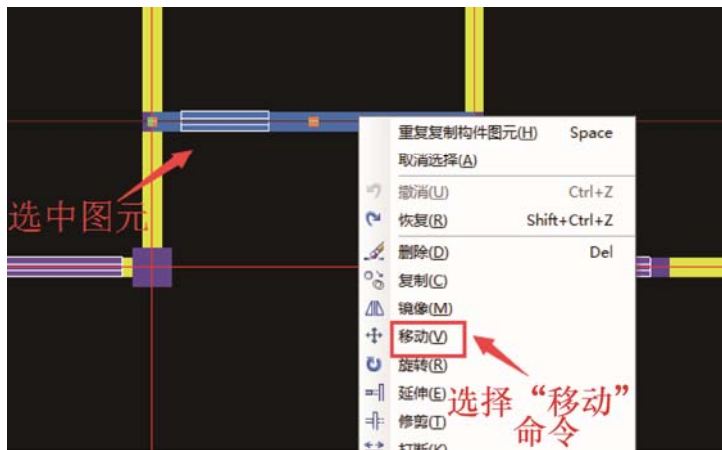

图 2-17 选择“移动”命令
(1) 在绘图过程中，如果遇到以下问题，可以使用“移动”功能：当绘制完某个区域的构件后，发现构件图元的位置是错误的，需要移动到其他位置。
(2) 操作步骤如下。
① 用鼠标左键单击选择或拉框选择需要复制的图元，单击鼠标右键，在弹出的快捷菜单中选择“移动”命令，如图 2-17 所示。